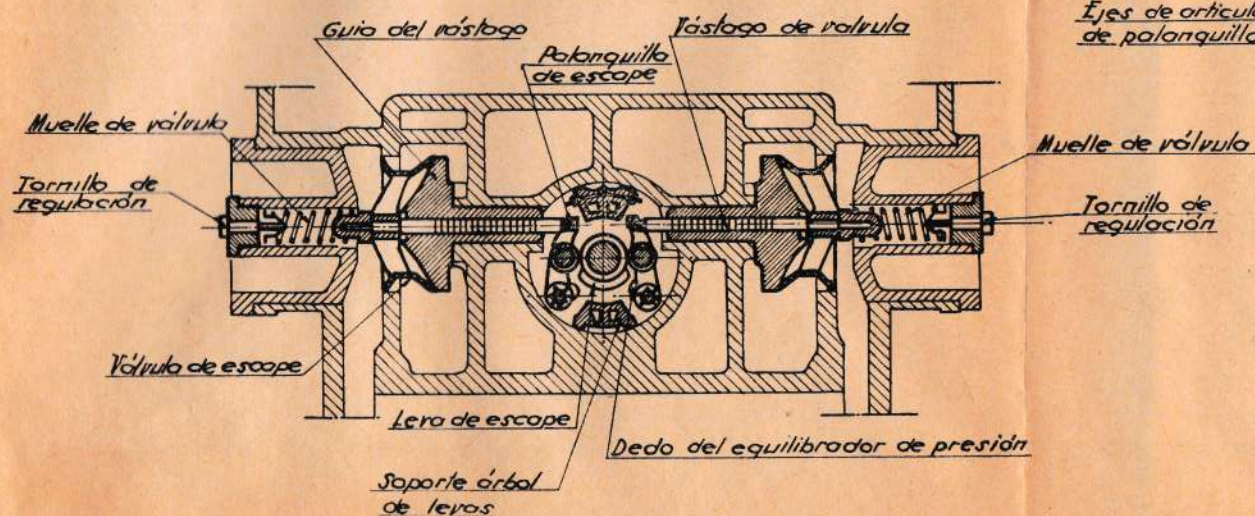

Fig. 82
b) Sistema por muelles y equilibrador de presión combinado con maniobra por servomotor de las válvulas (fig. 82).